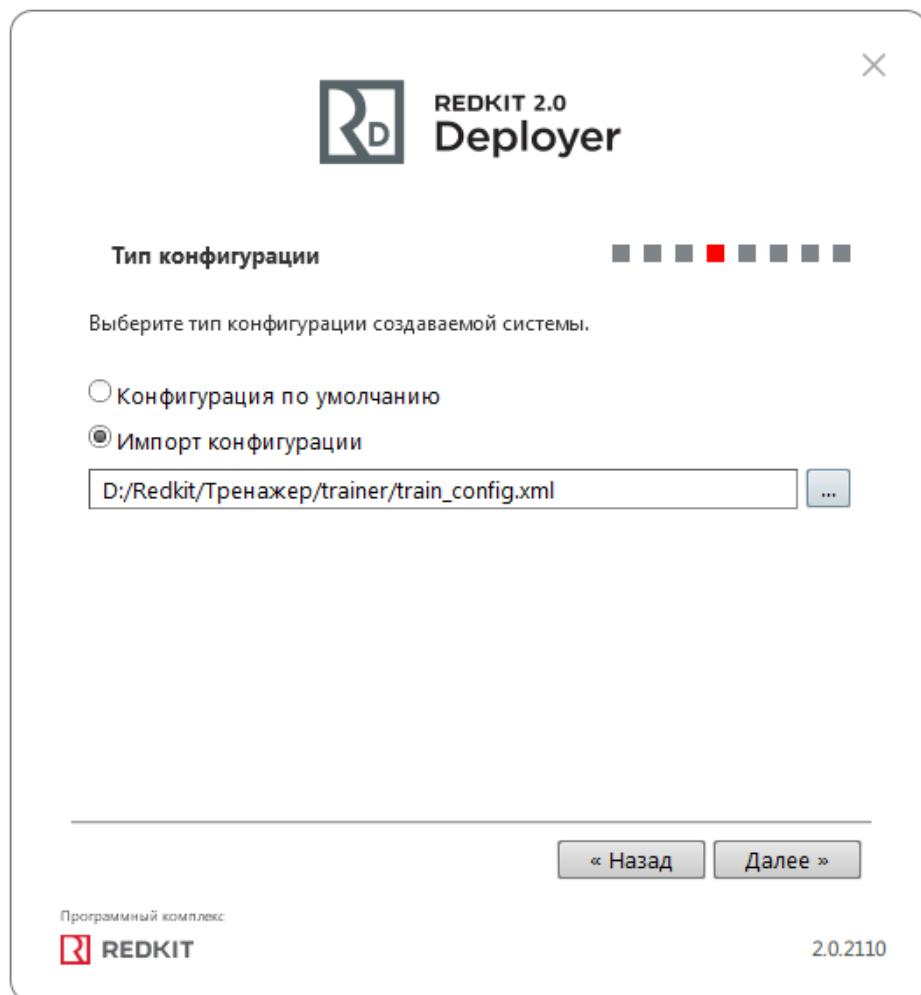

Рисунок 203 - Импорт конфигурации
1. На этапе выбора типа конфигурации выберите **Импорт конфигурации** и загрузите xml-файл конфигурации (Рисунок 203).